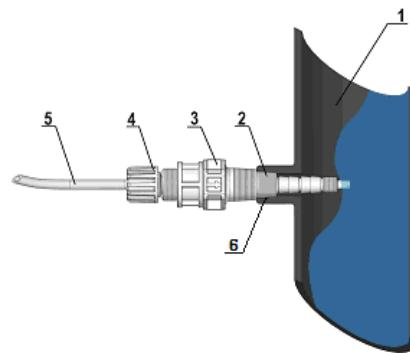

Fig. 7 - Conjunto de conexão
Evitar curvas excessivas para evitar gargalos no próprio tubo tanto no tubo de fluxo quanto no próprio tubo de sucção. No ponto mais adequado para a injeção do produto a ser fornecido, aplicar uma rosca fêmea de gás de 3/8 "ou uma 1/2" no conduto da planta a ser tratada. Este encaixe não é fornecido. Apertar a válvula de injeção no "encaixe da junta" usando fita de PTFE; veja a Fig. 7. Conectar o tubo à válvula de injeção cônica e fixá-lo com o anel de bloqueio (4). A válvula de injeção também é uma válvula de retenção.